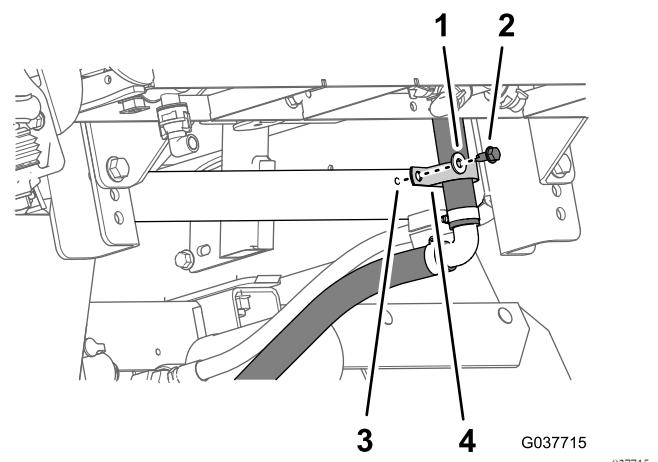

Figura 79
3. Fissate la parte inferiore del flessibile di bypass alla piastra a sella della macchina (Figura 79) con il morsetto di supporto, il bullone a testa flangiata (5/16 x 3/4 poll.) e la rondella (5/16 poll.).